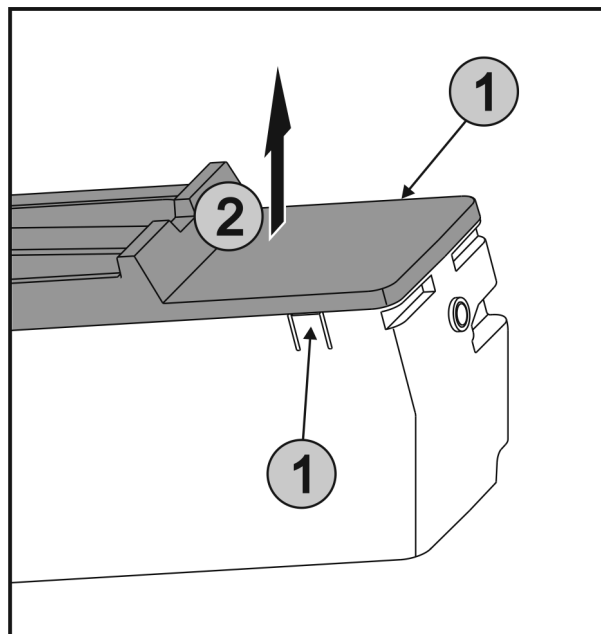

Fig. 38
- ▶ Premere contemporaneamente le linguette Fig. 38 (1) su entrambi i lati di EasyTwist-Ice e rimuovere la copertura sollevandola verso l'alto Fig. 38 (2).